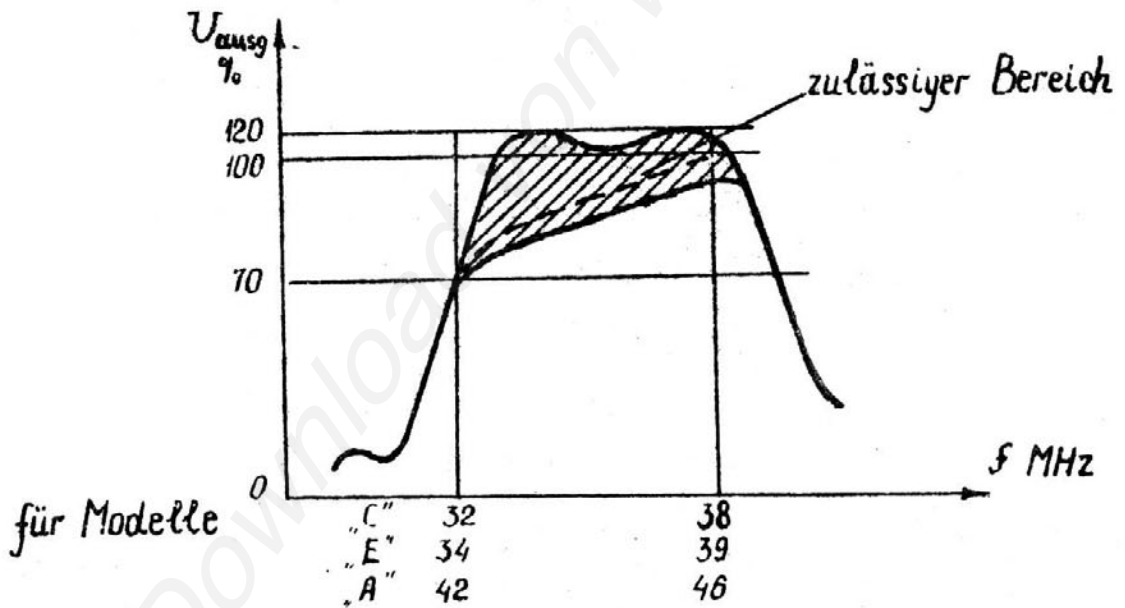

Abb. 7. Frequenzkurve der 2. und der Endstufe des Bild- und Ton-ZF-Verstärkers
- durch Drehen des Kernes der Schwingkreisspule im Ko9 die in Abb. 7 dargestellte Frequenzkurve am Bildschirm des Wobbelgenerators erzielen;